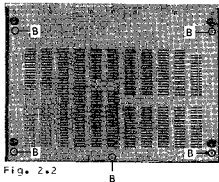

Fig. 2.2
2.2 Entfernen des unteren Deckbleches (Fig. 2.2)